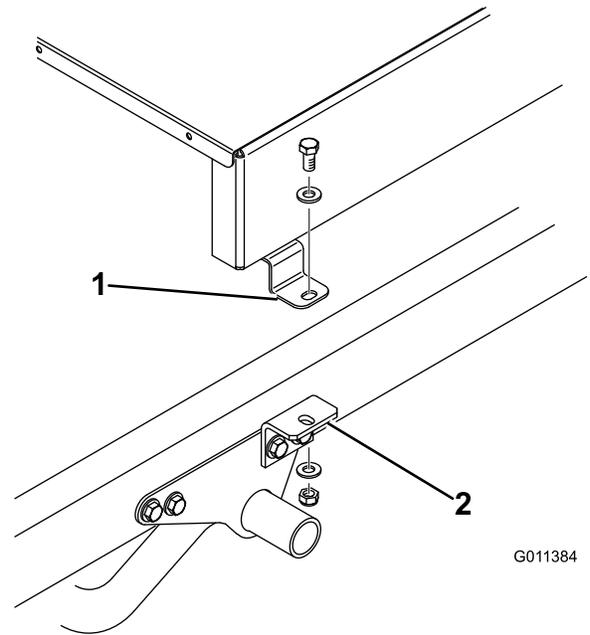
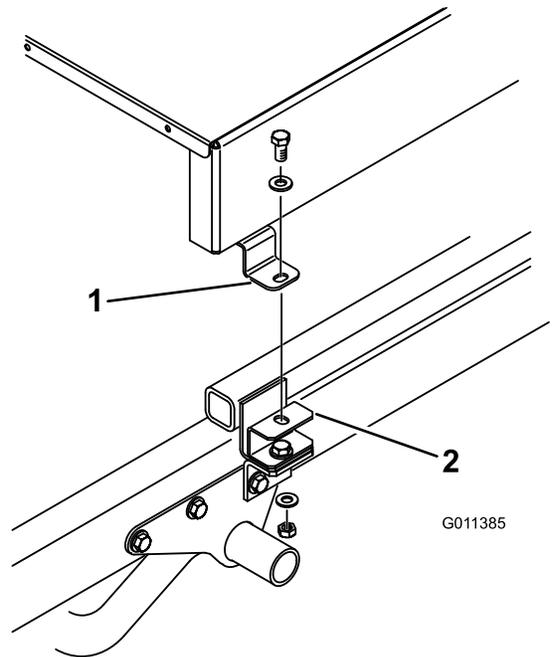

図 10
図 11
- 各取り付けブラケット 図 10 または スペーサマウント 図 11 の上部を、トップドレスサの左右にある取り付けタブに取り付けるキャップスクリュー  $\frac{1}{2} \times 1"$  1本、平ワッシャ2枚、ロックナットを使用する。各ボルト類を締め付ける。